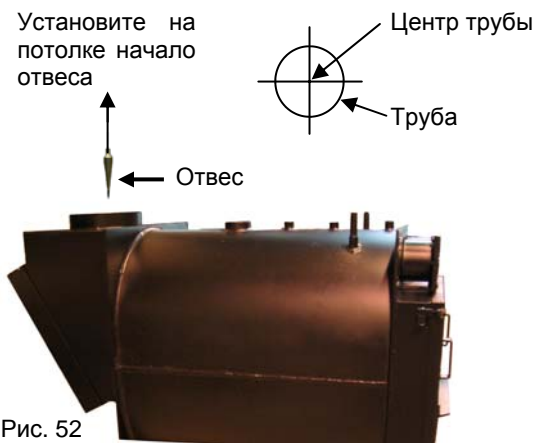

Рис. 52
2. Убедитесь в том, что дымоход пройдет через крышу прямо над бойлером. С помощью отвеса или аналогичного приспособления, лестницы или подъемника определите центральную точку круглого отверстия, которое необходимо проделать в крыше. (Рис. 52)